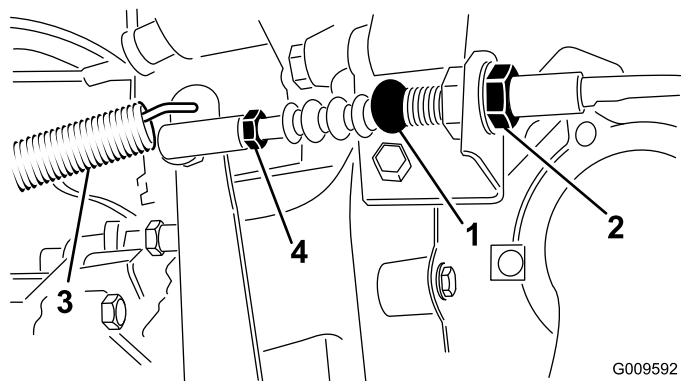

Figura 59
1. Allentate i controdadi che fissano il cavo della frizione alla staffa sul cappuccio del volante (Figura 59).